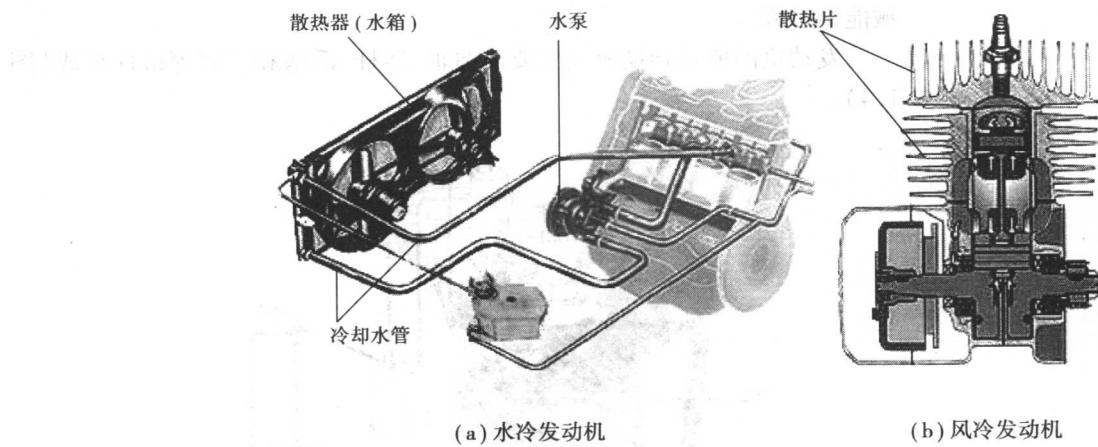

图 1.3 发动机按冷却方式分类
- 水冷发动机:利用在汽缸体和汽缸盖冷却水套中进行循环的冷却液作为冷却介质进行冷却的发动机(图 1.3(a))。
- 风冷发动机:利用流动于汽缸体与汽缸盖外表面散热片之间的空气作为冷却介质进行冷却的发动机(图 1.3(b))。